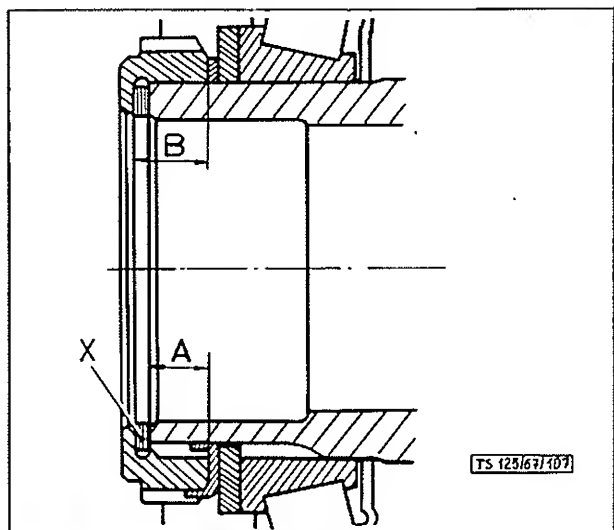

BILD 13A Einbaumaße
- b.) Nutmutter (13/6) lösen und den Abstand "A" (Bild13A) messen.